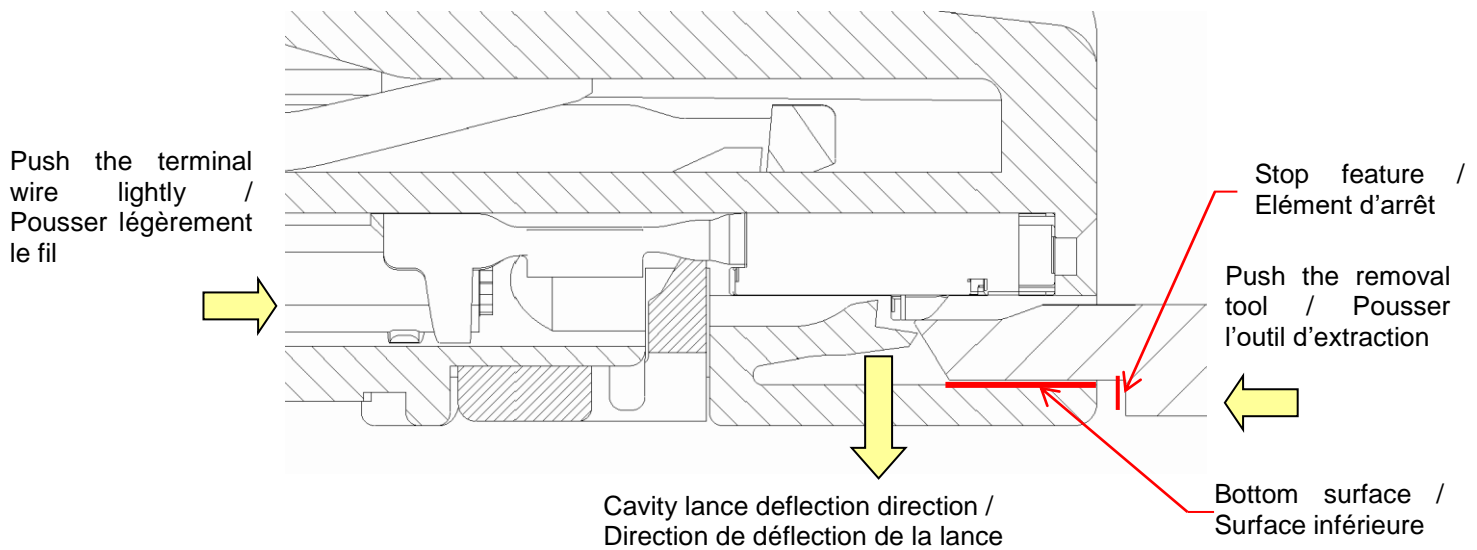
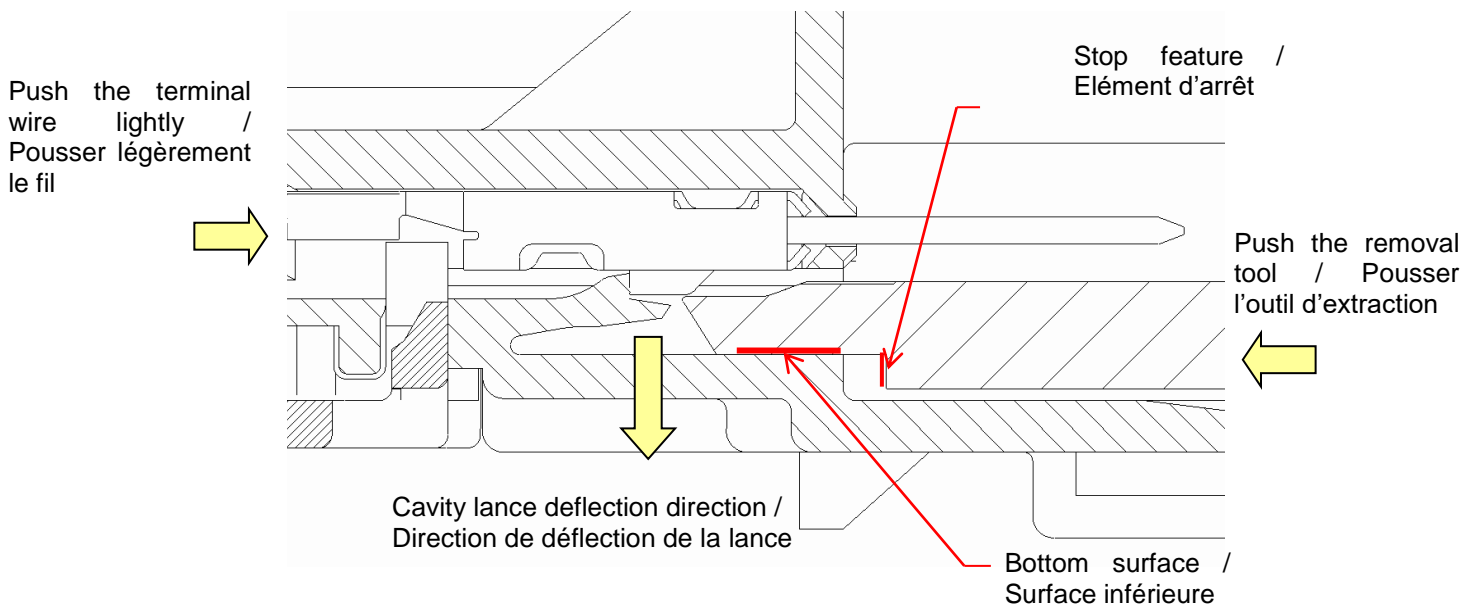

Figure 55 1.2 cavity lance release – female connector / libération de la lance de l'alvéole – porte-clips
Figure 56 1.2 cavity lance release – male connector / libération de la lance de l'alvéole – porte-languettes
When the removal tool is positioned and properly aligned with bottom surface (Figure 55 and Figure 56), push it between the terminal and the cavity lance so that the lance bends down and releases the terminal. Slide the removal tool along the bottom surface to avoid any damage to the terminal.
*Lorsque l'outil de retouche est positionné et correctement aligné avec la surface inférieure (figures 55 et 56), l'introduire entre le contact et la lance primaire afin de baisser la lance et libérer le contact. Faire glisser l'outil le long de la surface inférieure afin de ne pas endommager le contact.*